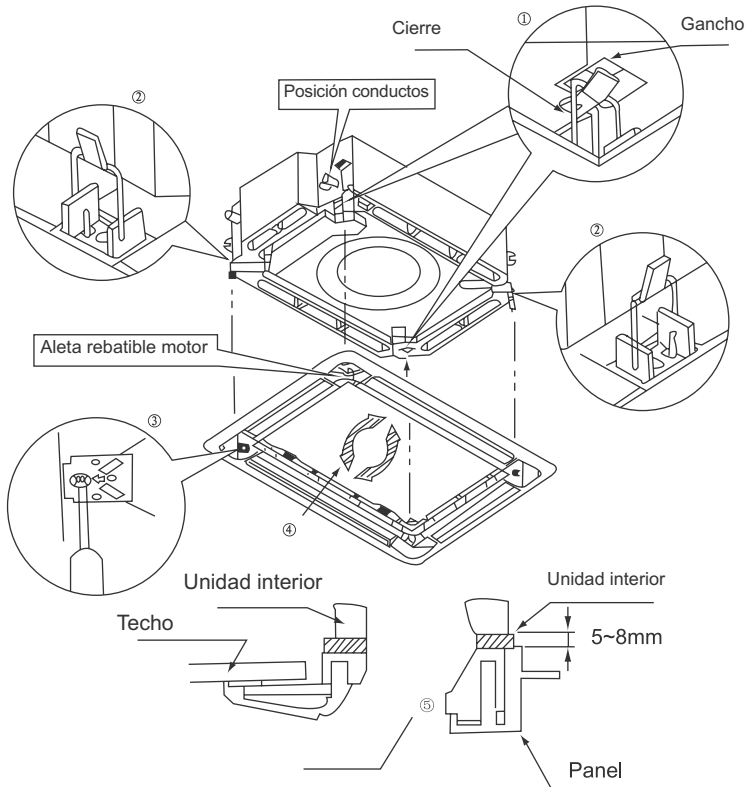

Fig.38
- (1) Coloque el panel en la unidad, y fije los ganchos al lado y enfrente del motor.
- (2) Fije otros dos ganchos.
- (3) Ajuste cuatro tornillos hexagonales bajo los cierres, a unos 15 mm.
(4) Ajuste el panel en la dirección indicada por la flecha como se muestra en la Fig.38
(5) Apriete los tornillos hasta que el grosor del material hermético entre el panel y la unidad se reduzca a 5-8 cm.